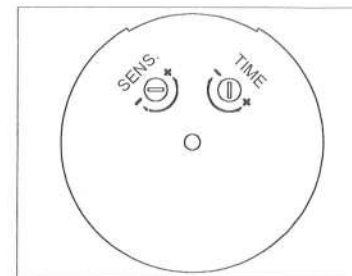

図4
- TIME（時間）のダイヤルはセンサーBOXの下面についています。（図4参照）
- SENS（センサー）のダイヤルはセンサーBOXの下面についています。（図4参照）